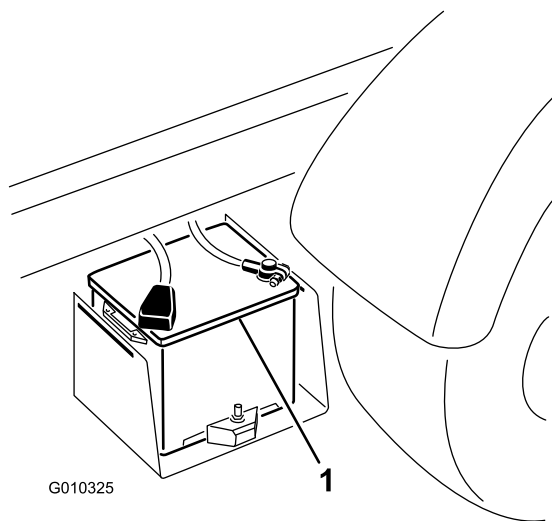

Bild 49
2. Schließen Sie ein Starthilfekabel an die positiven Pole von zwei Batterien an (Bild 49). Der positive Pol kann durch ein +-Zeichen oben auf der Batterieabdeckung gekennzeichnet sein.